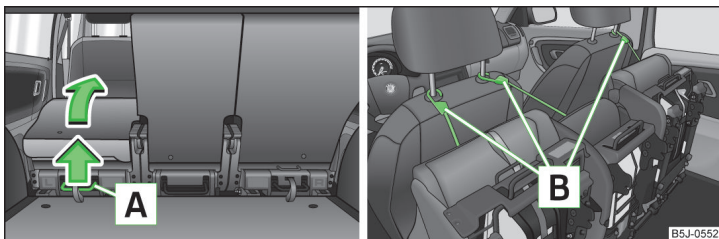

Fig. 56 Rabatarea completă spre înainte a scaunului / asigurarea scaunului rabatat spre înainte
- Trageți maneta **A** » fig. 56 în sus și apoi rabatați scaunul complet spre înainte.
- Trageți maneta **A** » fig. 56 în sus și rabatați scaunul complet spre înainte.
- Asigurați scaunul rabatat spre înainte cu ajutorul centurii de fixare **B**, de o tijă a tetierei scaunului din față » fig. 56.